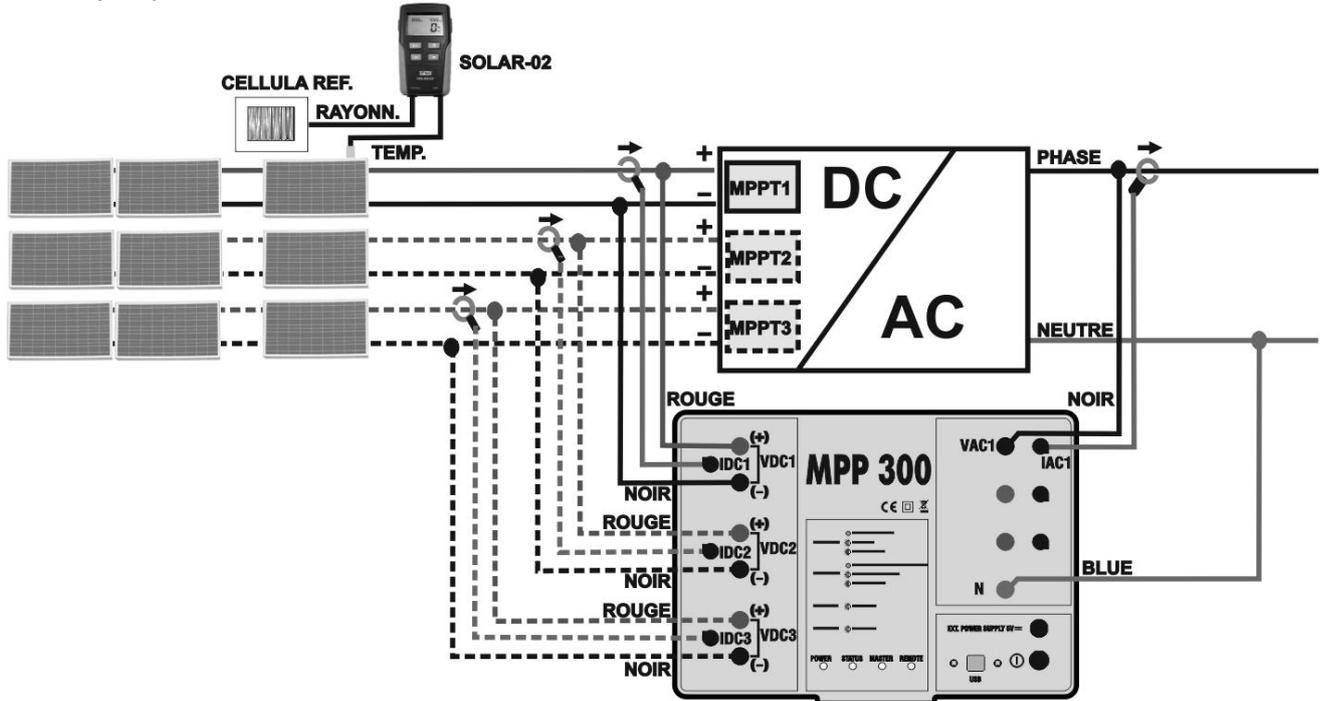
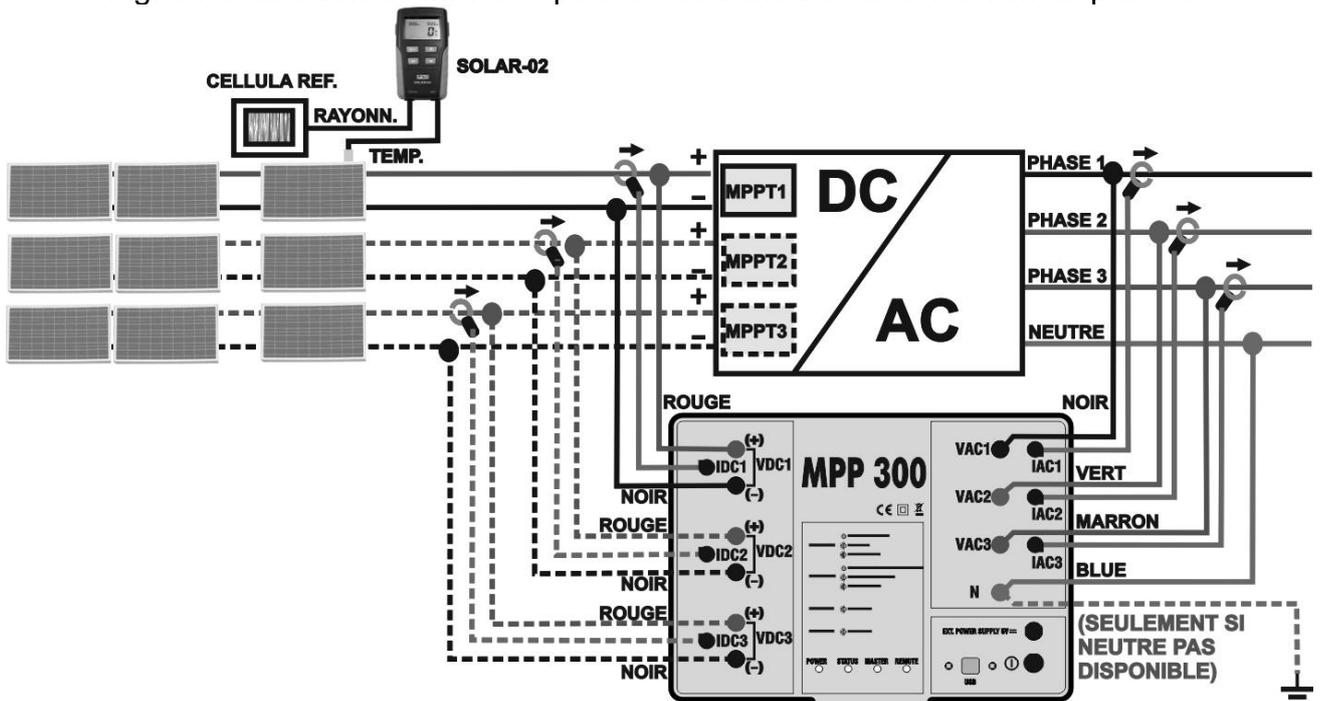

Fig. 5 : Connexion du MPP300 pour essai d'une installation PV Monophasée
Fig. 6 : Connexion du MPP300 pour essai d'une installation PV Triphasée
7. Connecter les entrées **VCC1(+)** et **VCC1(-)** de l'unité **MPP300** aux bornes de sortie de la chaîne en respectant les polarités et les couleurs indiquées à la Fig. 5 ou la Fig. 6.
10. Insérer la pince de courant CC sur le conducteur positif de sortie de la chaîne **en respectant la direction de la flèche** se trouvant sur la pince même comme il est indiqué à la Fig. 5 ou à la Fig. 6. Placer le toroïde de la pince le plus loin possible de l'inverseur et du conducteur négatif de sortie de la chaîne même.
12. Connecter les entrées **VCA1** et **N** de l'unité **MPP300** respectivement aux conducteurs de Phase et Neutre en respectant les polarités et les couleurs indiquées à la Fig. 5 ou la Fig. 6. En cas d'installations triphasées où le conducteur de Neutre n'est pas disponible, connecter l'entrée **N** à la Terre.
14. Connecter la pince CA sur le conducteur de Phase L1 **en respectant la direction de la flèche** se trouvant sur la pince même comme il est indiqué à la Fig. 5 et la Fig. 6. Placer le toroïde de la pince le plus loin possible de l'inverseur et du conducteur Neutre. Connecter la sortie de la pince à l'entrée **ICA1** du MPP300.